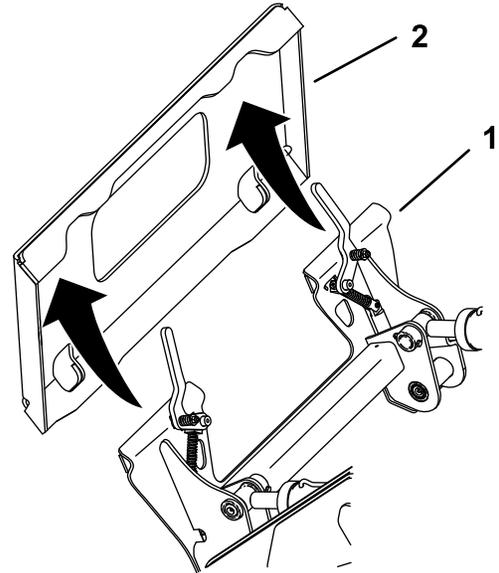

Figure 31
5. Placez la plaque de montage dans le bord supérieur de la plaque réceptrice de l'accessoire (Figure 31).